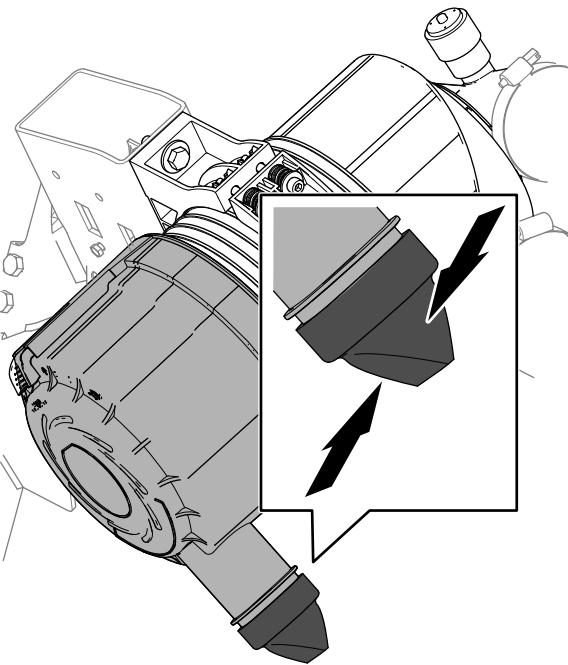

Bild 107
4. Drücken Sie auf das Staubaustragsventil (Bild 107).